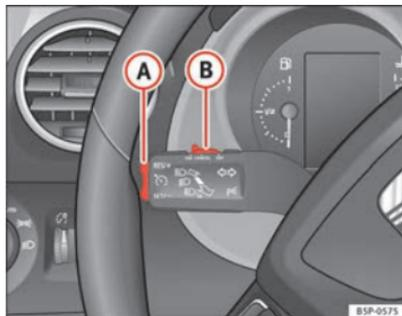

Fig. 155 Palanca de intermitentes y de luz de carretera: mando y tecla basculante para el regulador de velocidad
- Presione la parte superior de la tecla basculante **RES/+** ⇒ fig. 155 **A** para aumentar la velocidad. El vehículo acelerará mientras mantenga la tecla presionada. Al soltar la tecla quedará memorizada la nueva velocidad.
Si se reduce la velocidad programada pisando el pedal del freno, se desactiva el regulador de velocidad. Si quiere activar de nuevo el regulador, bastará con presionar una vez la parte superior de la tecla basculante **RES/+** ⇒ página 202, fig. 155 **A**.